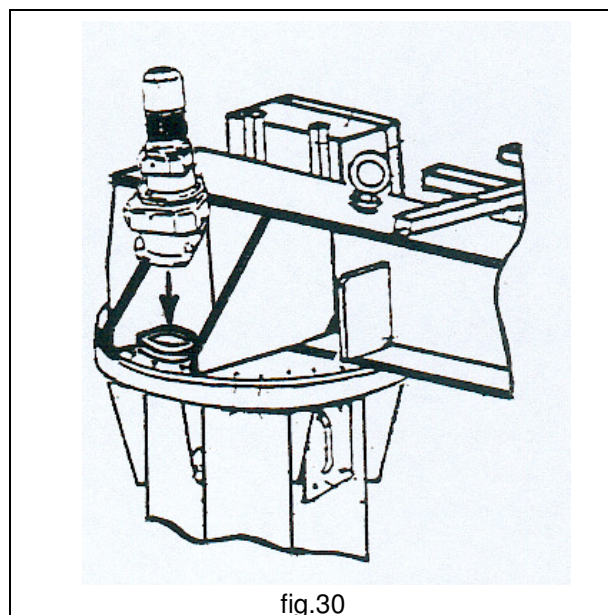

fig.30
6. Montare il riduttore (controllare che i denti del pignone siano ingrassati) inserendolo nella sua sede e verificare che lo stesso sia perfettamente assestato nella sua flangia di centraggio saldata sul braccio (fig.30). Se questa operazione è resa difficoltosa, dal non perfetto allineamento delle dentature del pignone e della ralla, occorrerà ruotare leggermente il braccio o il motoriduttore fino al punto in cui si avrà un corretto accoppiamento delle dentature.